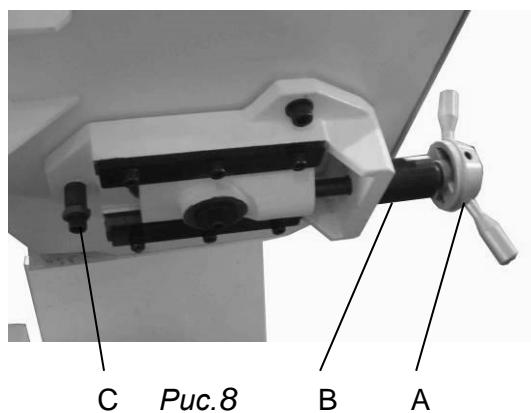

Рис.8
Для натяжения ленточного полотна, поверните рукоятку (A, Рис.8) по часовой стрелке. Шкала значения натяжения (B) размещена за рукояткой (A) и снабжена указателем. На шкале размечены контрольные значения усилия натяжения полотна 20.000, 30.000 и 35.000 фунтов за квадратный дюйм (psi). Для полотен из углеродистой стали натяжение должно быть 20.000 psi. Для биметаллических полотен (аналогичных поставляемому со станком), натяжение должно быть 30.000 или 35.000 psi. Всегда ослабляйте натяжение ленточного полотна после окончания работы в конце каждого рабочего дня, чтобы продлить срок его службы. Удостоверьтесь, что зубья ленточного полотна направлены в нужном направлении.
Правильно отрегулированное ленточное полотно при работе должно слегка касаться буртиков шкивов. Если между ленточным полотном и буртиками имеется значительный зазор, необходимо затянуть или ослабить регулировочный винт (C, Рис.8).